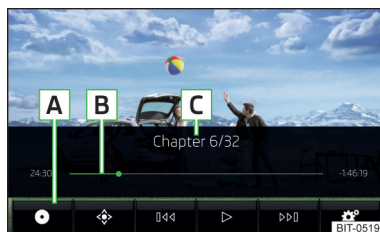

Fig. 190
Menú princ. » fig. 190
Avance/retroceso del video al momento deseado	Pulsar el eje del tiempo de reproducción B » fig. 190 de la pág. 161
- Para **visualizar** el menú del DVD en el menú principal *Video-DVD*, pulsar la superficie funcional ⬠ » fig. 190 de la pág. 161.